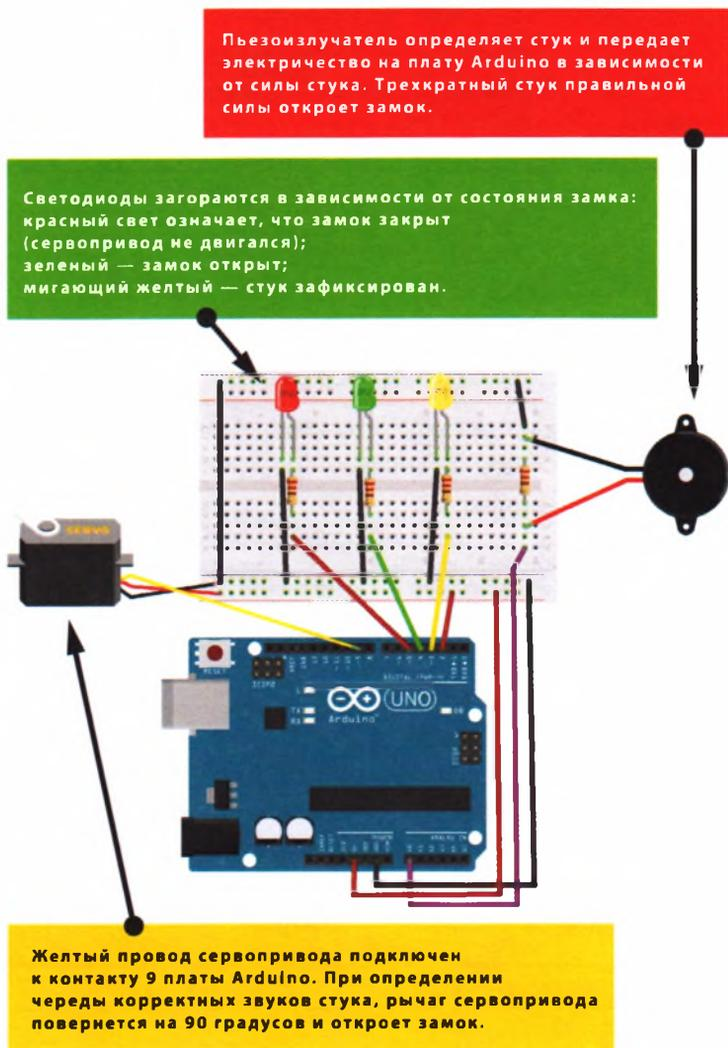

РИСУНОК 9.2
6. Убедитесь, что ваша цепь соответствует схеме на рис. 9.2, а затем загрузите в память Arduino код скетча, приведенный в разделе «Скетч» далее в этом проекте.